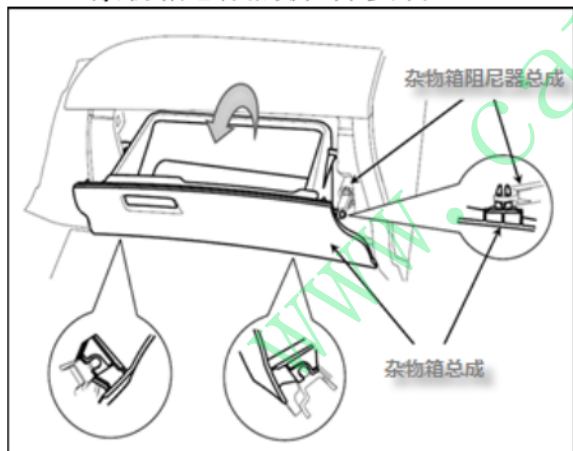

图 4.1.3.1 杂物箱总成的拆卸
- 1、将杂物箱打开，然后在杂物箱右侧找到杂物箱阻尼器，将杂物箱上安装阻尼器的卡扣挤压变形后可取出阻尼器，按图 4.1.3.1 所示脱开阻尼器与杂物箱总成的连接；